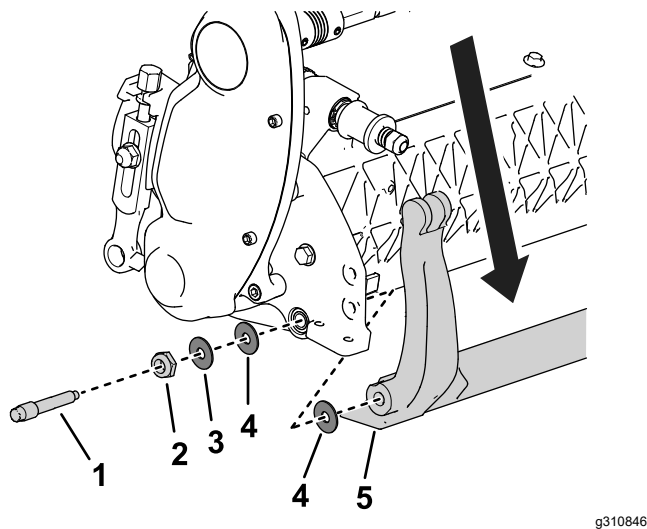

Figura 21
- Em cada um dos lados da máquina, desaperte a porca de bloqueio que se mostra na Figura 21.
- Remova cada um dos parafusos da barra de apoio, de modo a puxá-la para baixo e retirá-la da unidade de corte (Figura 21).
Guarde as duas anilhas de plástico e a anilha de aço de cada uma das extremidades da barra de apoio (Figura 21).
- Coloque uma anilha de nylon de cada lado da placa lateral. Coloque uma arruela de aço no exterior de cada uma das arruelas de nylon (Figura 21).